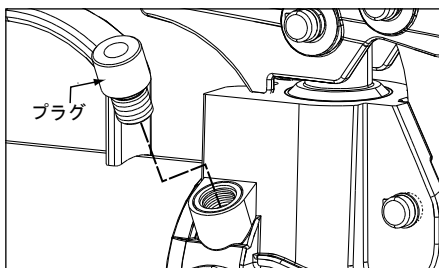

図13: リリーフ弁 (P-77、P-80、P-801、P-84)
- ・モデルP-77、P-80、P-801、P-84では、リリーフ弁がポンプヘッドの側面に配置されています。図13を参照してください。